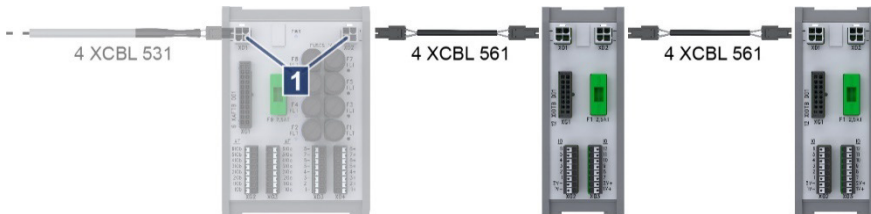

Abb. 6-11: Spannungsversorgung an XAFTB
3. Spannungsversorgungskabel 4 XCBL 531 am Anschlussbock XAFTB in Buchse XD1 oder XD2 stecken (→ Abb. 6-11/1). Anschließend Spannungsversorgung mit den Kabeln 4 XCBL 561 vom Anschlussblock XAFTB zu den Anschlussblöcken XIOTB weiterführen (→ Abb. 6-11).